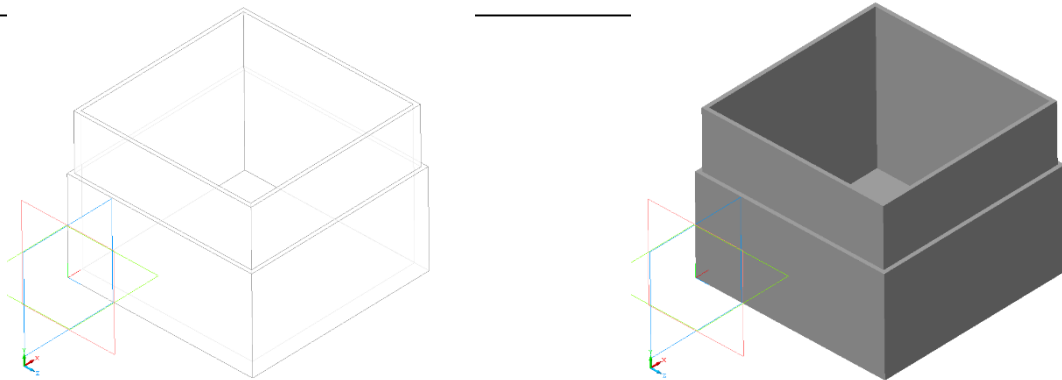

Рис. 12.15.
3.7. Создайте объект и вы увидите изображение почти законченной коробки – рис. 12.15.